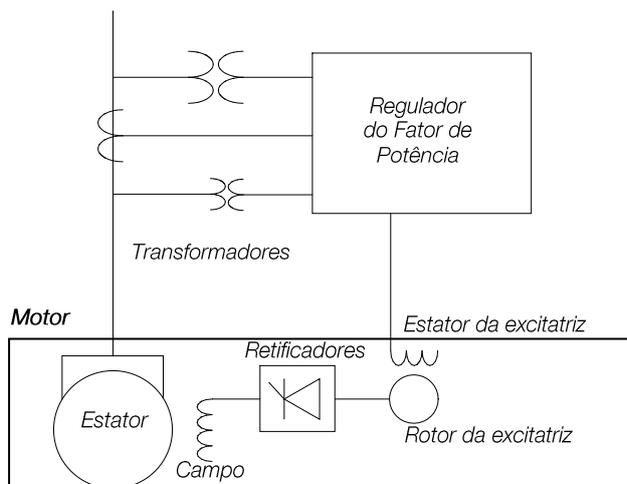

Figura 4.6: Esquema de ligação geral (motor síncrono sem escovas)
- A Figura 4.6 mostra o esquema de ligação unifilar de um motor síncrono sem escovas.